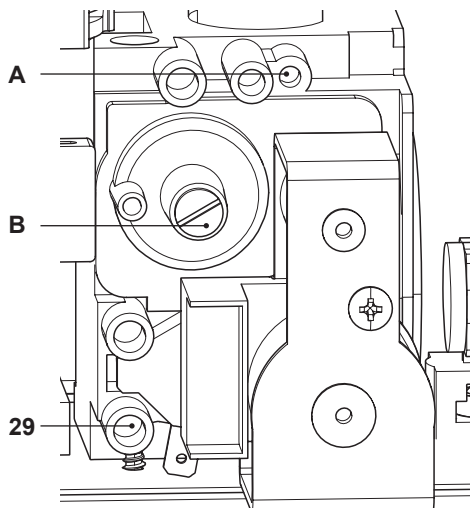

Figura 7.6
- A caldaia spenta (fuori servizio), controllare la pressione di alimentazione utilizzando la presa 29 in Figura 7.6 e confrontare il valore letto con quelli riportati nella tabella Pressioni di alimentazione gas nella sezione "Dati tecnici" pag. 24.
- Richiudere bene la presa di pressione 29 in Figura 7.6.
- Per tarare il **CO₂** della caldaia (pressione del gas al bruciatore) svitare completamente il tappo in ottone di protezione **B** e agire sulla vite a brugola Ø 4 mm sottostante Figura 7.6, girando in senso orario il **CO₂** aumenta.
- Se i due dati non coincidono agire sulla vite regolazione massimo RQ (**A** in Figura 7.6) della valvola gas e tarare il CO_2 allo stesso valore riportato nella sezione "Dati tecnici M260V.2025 SM" a pag. 24, "Dati tecnici M260V.2530 SM" a pagina 28 e "Dati tecnici M260V.3035 SM" a pagina 32. Girando in senso orario il CO_2 diminuisce.